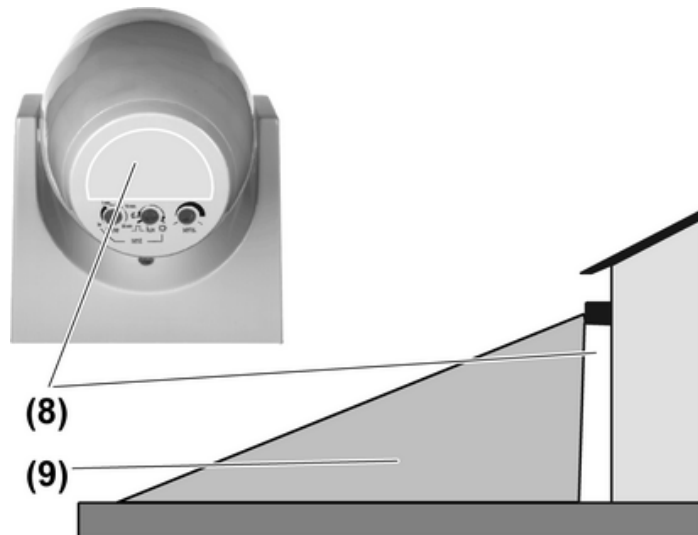

Bild 10: Unterkriechschutz ausblenden
- Das Blendenelement Unterkriechschutz unter den Sensorkopf kleben (Bild 10), um den Bereich unterhalb des Bewegungsmelders auszublenden.